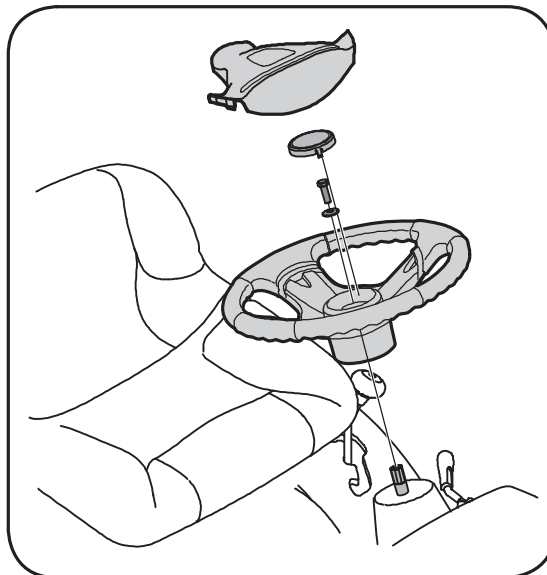

Figure 3-3
REMARQUE : Il existe deux modèles différents de capuchon. Voir la Figure 3-3. **Les modèles de capuchon varient selon le modèle du tracteur.**
2. Placez la rondelle, côté creux vers le dessous, sur l'arbre de direction. Maintenez avec un boulon de retenue hex. Voir la Figure 3-3.